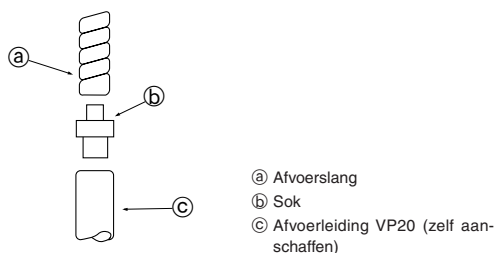
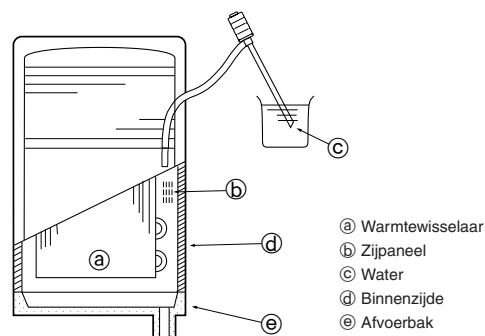

Fig. 5-1
Fig. 5-2
5.1. Afvoerleidingen (Fig. 5-1)
- Gebruik, voor de aansluiting op de VP20, de sok ①. Bevestig de sok aan de leiding met een PVC-lijm, zodat deze niet kan lekken.
5.2. Controle van de afvoer (Fig. 5-2)